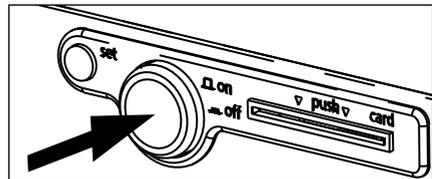

Fig. 2 Apagar el incubador refrigerado presionando el interruptor principal
- ▶ Presione el interruptor principal en la parte delantera del equipo (Fig. 2).